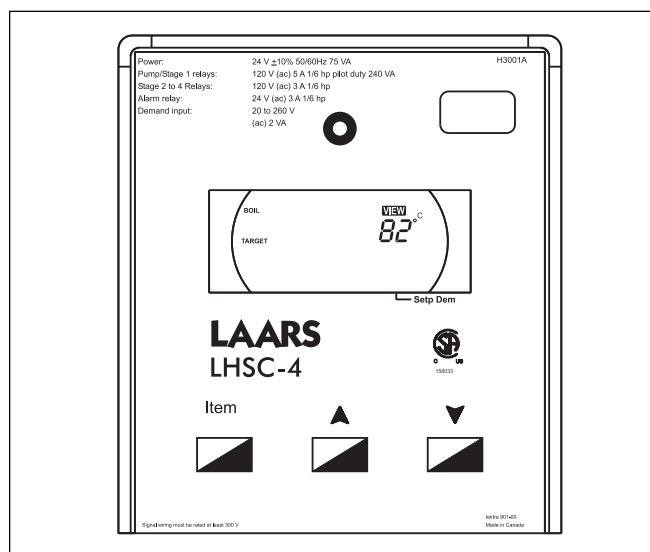

Figure 23. Contrôle Température.
Il ya trois boutons noirs de programmation sur le Contrôle de Température (voir Figure 23). Enfoncez et tenez enfoncés tous les trois boutons de programmation jusqu'à ce que le mot **ADJUST** apparaisse sur le coin supérieur droit de l'écran LCD (cela remplace le mot **VIEW**).
Le contrôle évalue aussi le(s) capteur(s) installé(s) dans le système. Si le contrôle n'est pas sous fermeture par temps chaud (WWSD), et le(s) capteur(s) sont sous la température cible, le segment "Dem" est allumé sur l'affichage. Le contrôle active la pompe (pour les chaudières montées sur pompe) et active les deux terminaux "PMP". Le symbole de pompe apparaît à l'écran (voir Figures 23 et 24). Le contrôle fonctionne alors pour garder la température consigne.
Étape 2: Enfoncez les trois boutons de programmation pour entrer le mode **ADJUST** (Figure 23). Appuyez sur **ITEM** pour sélectionner l'article de programmation et les clefs fléchées pour régler le paramètre. **TARGET TANK** correspond à la température cible souhaitée du réservoir. Les paramètres recommandés avec une température de réservoir désirée de 52°C:
Étape 3: Enfoncez les trois boutons de programmation pour passer en mode **ADJUST** (Figure 23). Enfoncez **ITEM** pour sélectionner l'article de programmation et les clefs **ARROW** pour régler le paramètre. Voir Section 6.3 *Programmer le Contrôle de Température* s'il faut plus d'instructions de programmation.